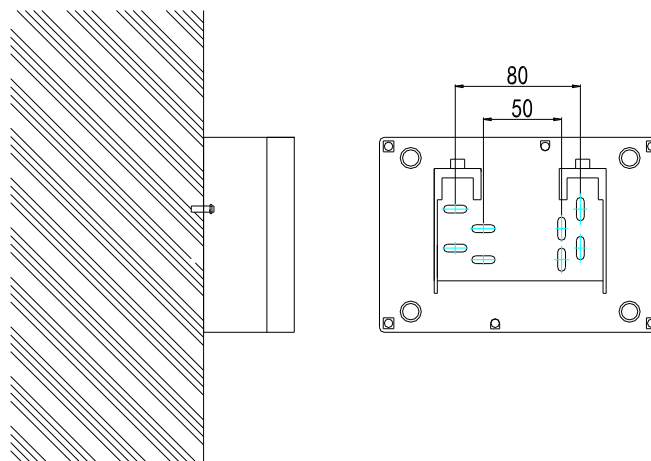

图3 处理单元安装孔示意图
2. 处理单元壁挂方式：用两只塑料胀管木螺钉组  $\Phi 6 \times 30$  GB/T 951 3.5 将产品固定在墙壁上，安装示意图如下图 3：